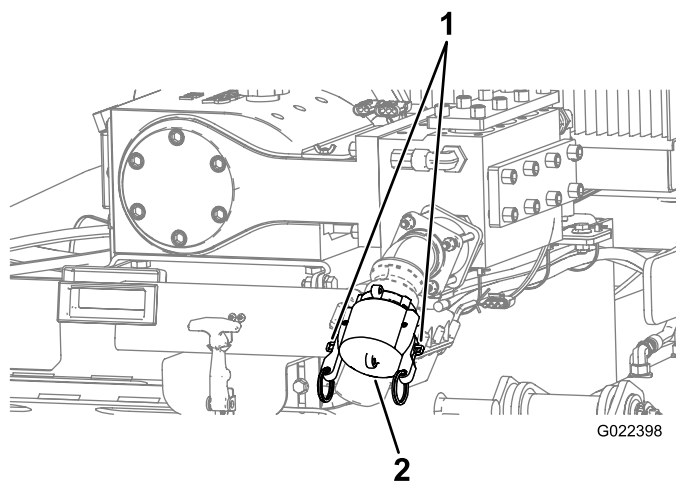

Figure 47
1. Levez les leviers de verrouillage à came sur le bouchon d'entrée de la pompe et déposez le bouchon (Figure 47).